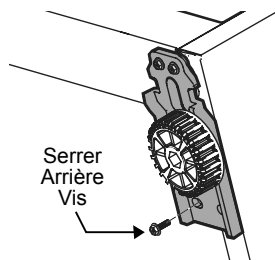

Figure 12
- 16 Ajustez la charnière jusqu'à ce que les vis des pieds niveleurs s'enfoncent complètement dans la base de l'armoire réfrigérante. Resserrez à nouveau les vis (voir Figure 12).